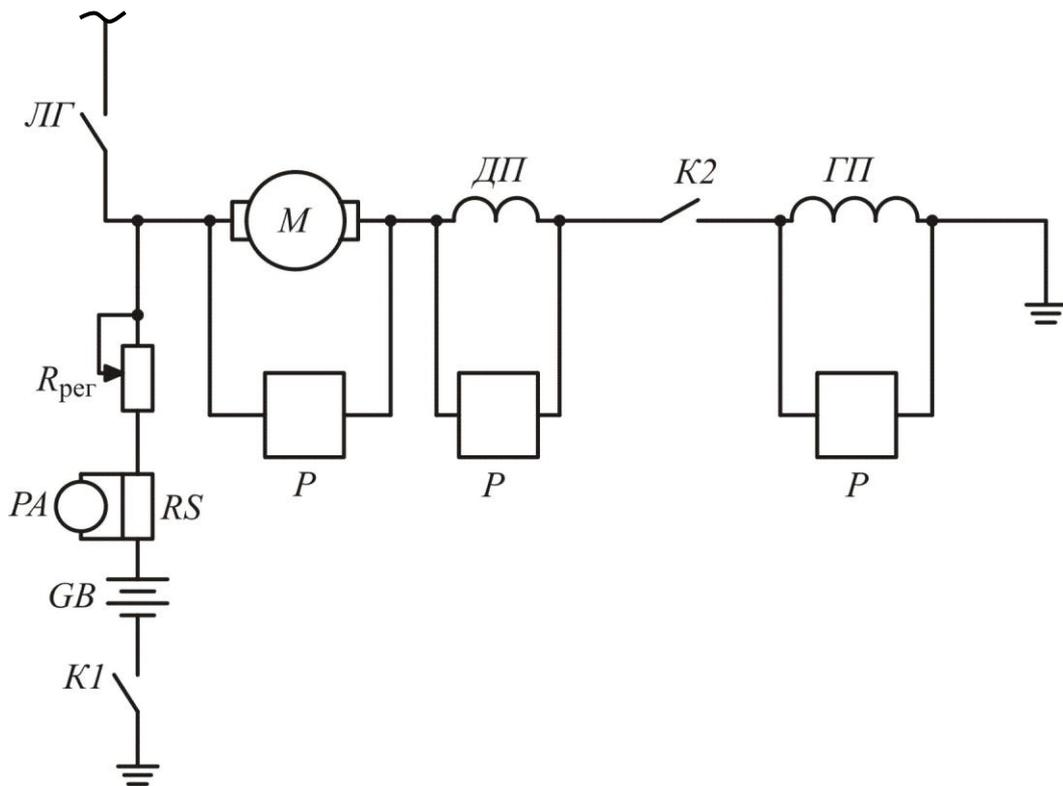

Рис. 7.1. Схема включення приладів при вимірюванні опорів
2. Зібрати схему потенціометра та поміряти опір обмоток машини у холодному стані (рис. 7.1).